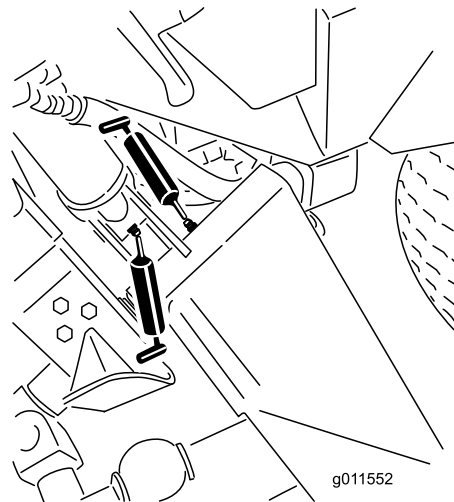
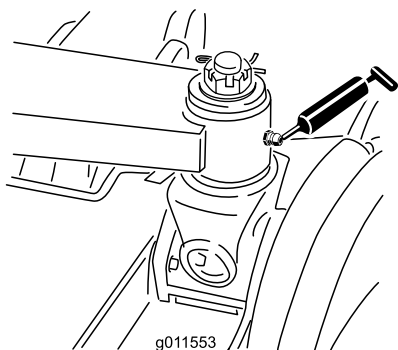

Bild 42
Bild 43
- Sechs Haupt-Hubarmbüchsen (Bild 42 und Bild 43)